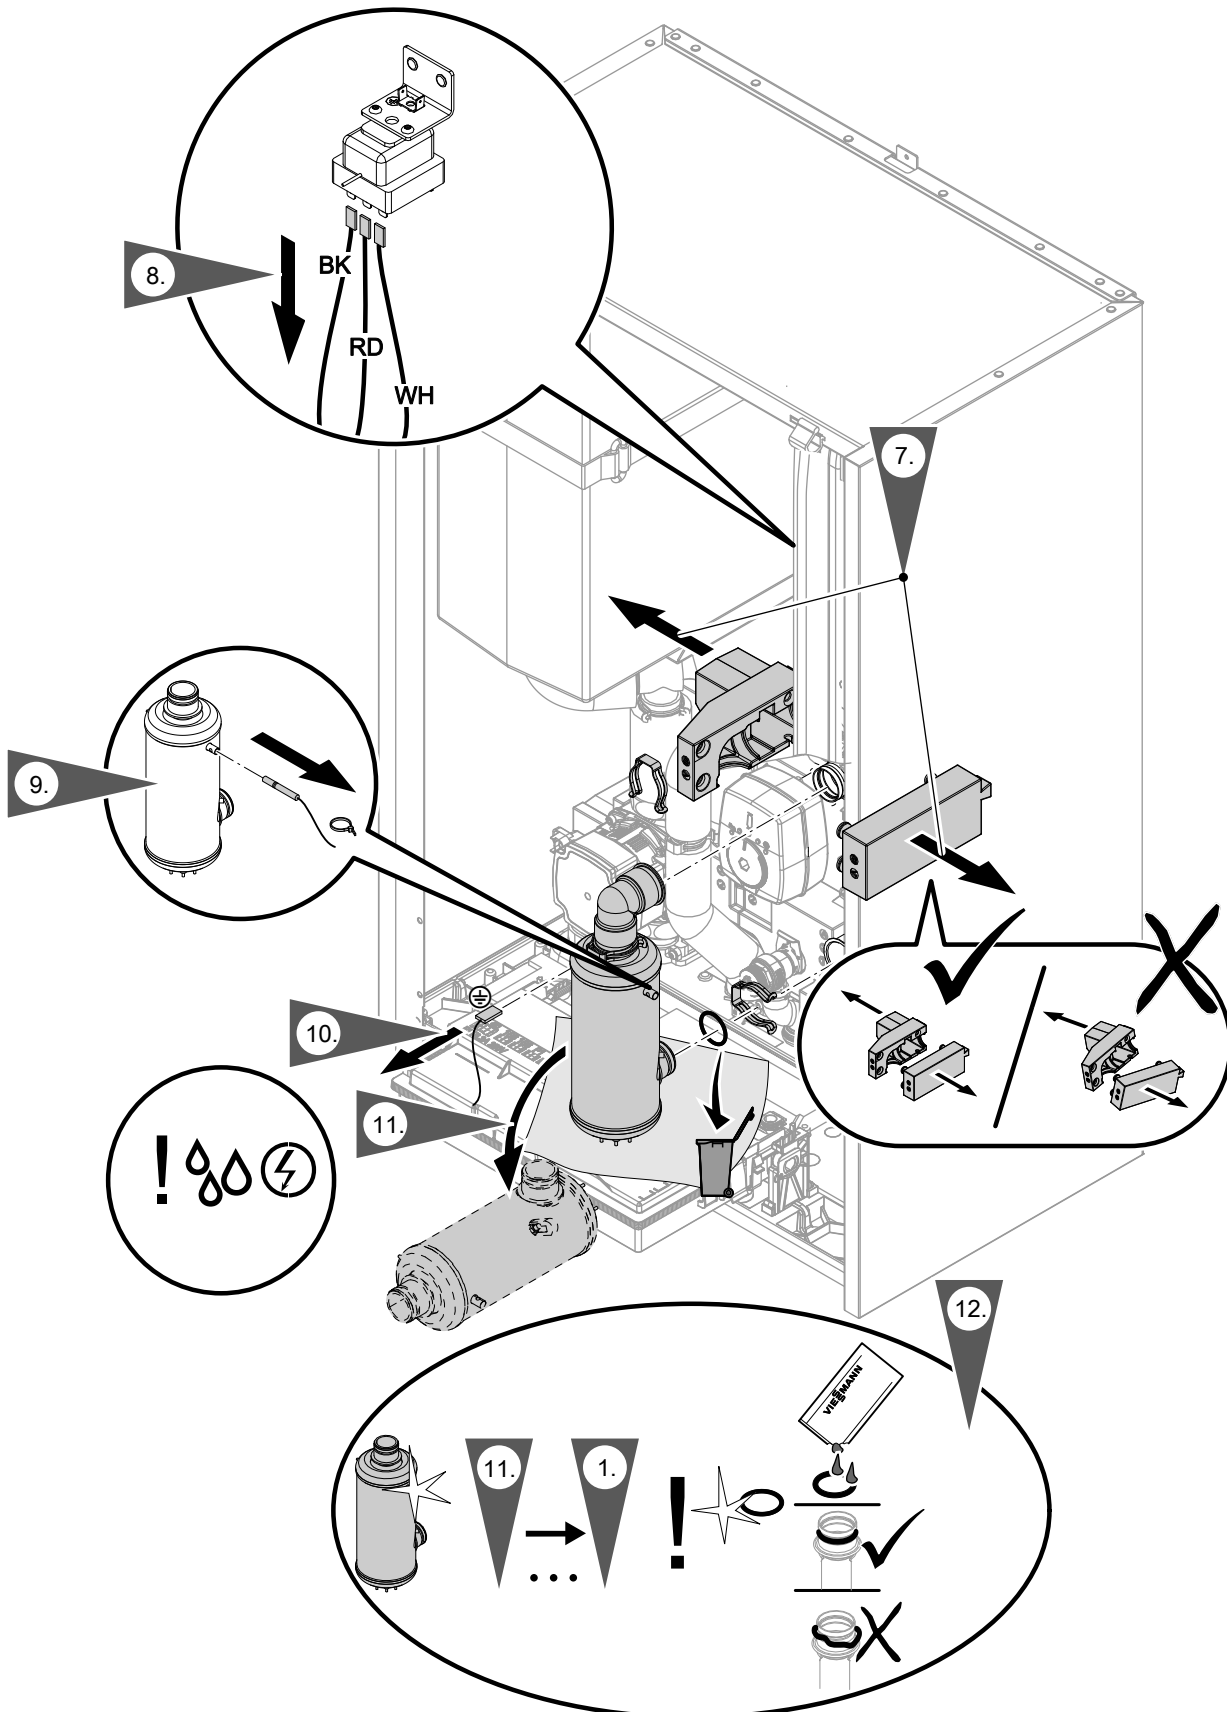

Abb. 96 Farbkenzeichnung der am Sicherheitstemperaturbegrenzer angeschlossenen Adern beachten (gemäß IEC 60757):
- Temperatursensor am Heizwasser-Durchlauferhitzer und elektrische Leitungen am Sicherheitstemperaturbegrenzer: Siehe Abb. 96.